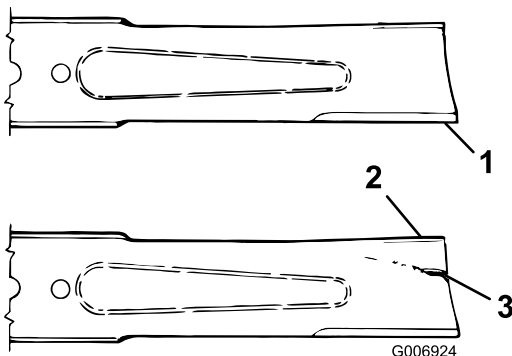

Figura 72
2. Examine cuidadosamente los extremos de corte de la cuchilla, sobre todo en el punto de reunión entre la parte plana y la parte curva de la cuchilla (Figura 72). Puesto que la arena y los materiales abrasivos pueden desgastar el metal que conecta las partes curva y plana de la cuchilla, compruebe la cuchilla antes de utilizar la máquina. Si observa señales de desgaste (Figura 72), cambie la cuchilla; consulte Cómo retirar la cuchilla.
Si se permite que la cuchilla se desgaste, se formará una hendidura entre la vela y la parte plana de la cuchilla (Figura 72). Con el tiempo, una parte de la cuchilla puede desprenderse y ser arrojada desde debajo de la carcasa, posiblemente causando lesiones graves a usted o a otra persona.